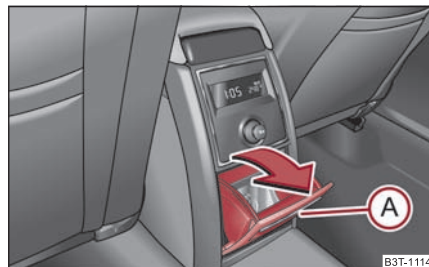

Abb. 117 Mittelkonsole hinten: Ablagefach
- Öffnen Sie das Ablagefach durch Ziehen am Griff **A** in Pfeilrichtung ⇒ Abb. 117.